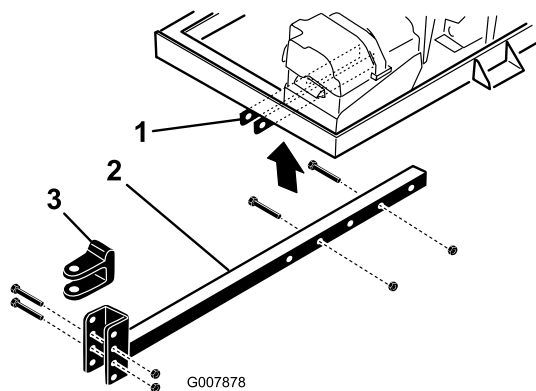

Figura 7
2. Introduza o tubo de engate nos suportes do chassis (Figura 7). Fixe o tudo ao chassis com 2 parafusos (3/8 x 3 pol.) e porcas flangeadas (3/8 polegada).
- Retire os parafusos e as porcas que fixam a forquilha de engate (Figura 7) ao tubo de engate.
- Retire os parafusos e as porcas que fixam o tubo de engate aos suportes do chassis (Figura 7).